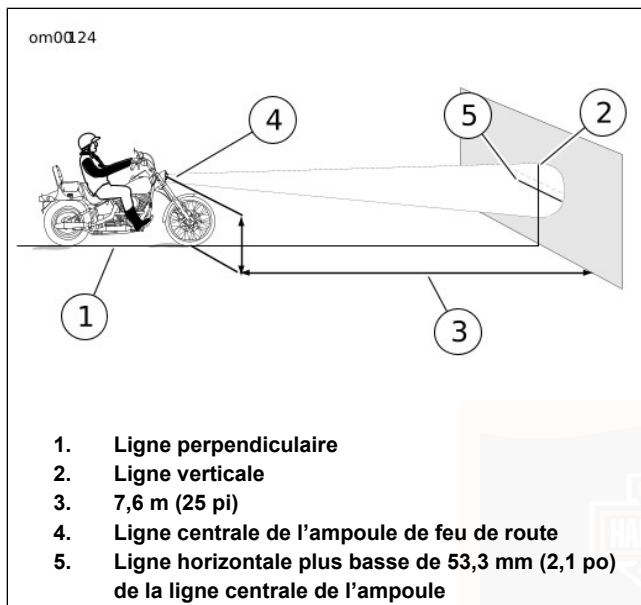

Figure 43. Alignement du phare
Voir Figure 43. Pour aider dans le positionnement correct de la moto, une ligne perpendiculaire (1) peut être tracée sur le sol. Pour de meilleurs résultats, choisir un endroit peu éclairé.
3. Voir Figure 43. Tracer une ligne verticale (2) sur le mur.
7. Voir Figure 43. Vérifier l'alignement du phare. Amener l'interrupteur d'allumage en position allumage (IGNITION) et régler le commutateur du phare sur le FEU DE ROUTE.